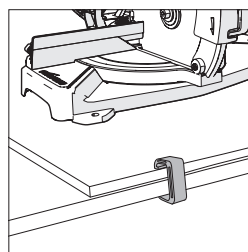

Fig. 2
- Gebruik G-klemmen om het werkblad vast te maken aan het werkopervlak. **(Fig. 2)**